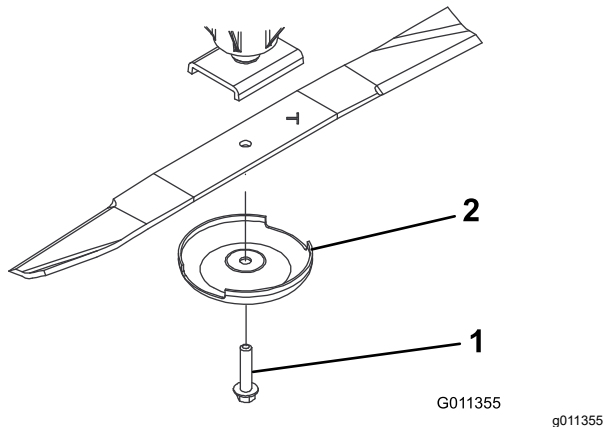

Figura 16
3. Retire o parafuso da lâmina, o recipiente antidanos e lâmina do eixo (Figura 16).